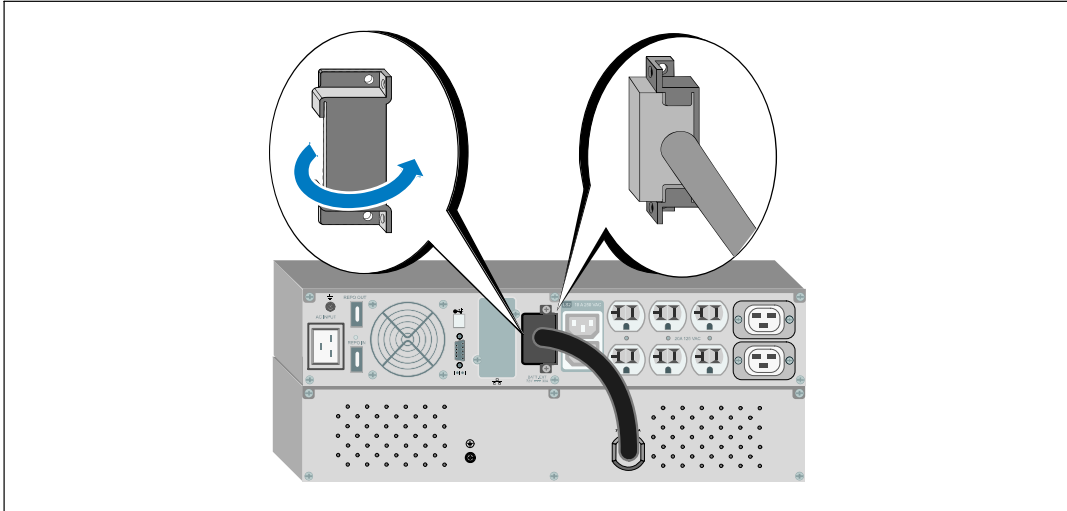

Figura 27. Cómo instalar la cubierta de la conexión de la batería
- 2 Instale la cubierta del conector de la batería debajo del cable del EBM para proporcionar un tubo pasacables (consulte la Figura 27).